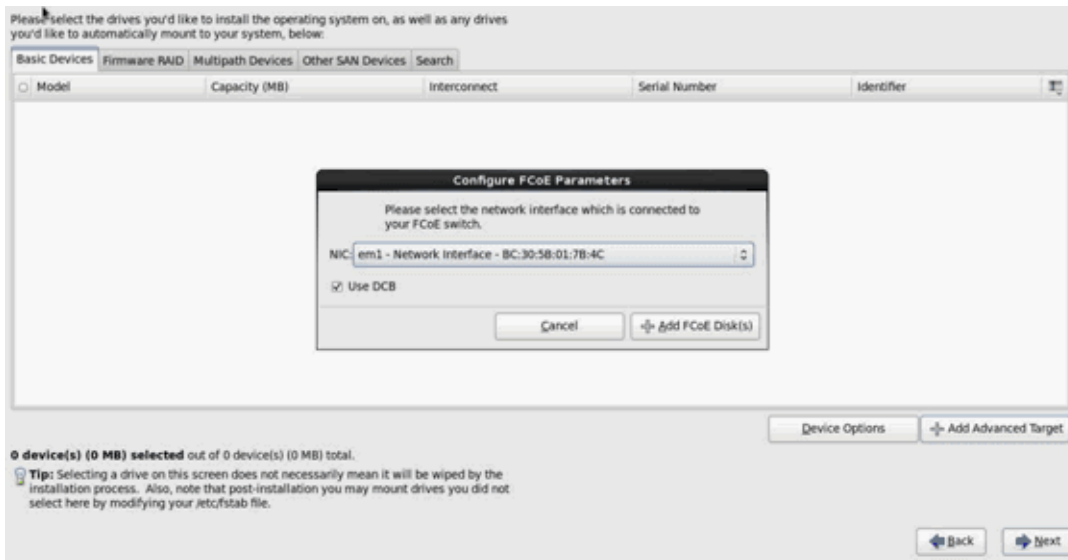

Ilustración 13-24. Configuración de parámetros de FCoE
7. Para cada interfaz destinada al inicio FCoE, seleccione la interfaz, elimine la selección de la casilla de verificación **Use DCB** (Utilizar DCB), seleccione **Use auto vlan** (Utilizar vlan auto) y, a continuación, haga clic en **Add FCoE disk(s)** (Agregar discos FCoE) (Ilustración 13-24).